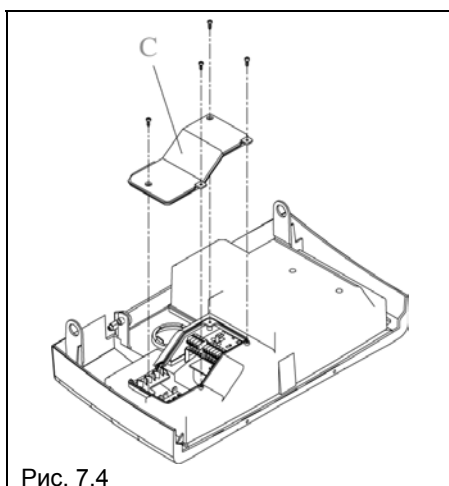

Рис. 7.4
- отвинтите четыре винта, которые крепят крышку (С) к коробке блока питания и снимите крышку (рис. 7.4.);